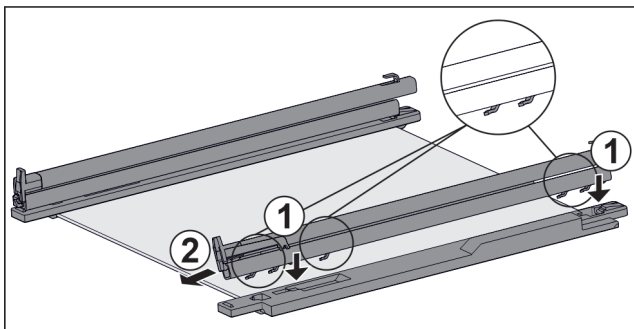

Fig. 38 Płyta szklana z szynami i elementami mocującymi
- ▶ Założyć haki szyny w otworach **lewego** elementu mocującego. Fig. 38 (1)
- ▶ Pociągnąć szynę do przodu. Fig. 38 (2)
- ▶ Założyć haki szyny w otworach **prawego** elementu mocującego. Fig. 38 (1)